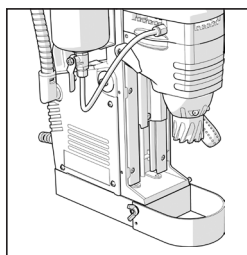

Fig. 2
- Instale el resguardo de seguridad y sujételo con los tornillos de fijación suministrados. **(Fig. 2)**